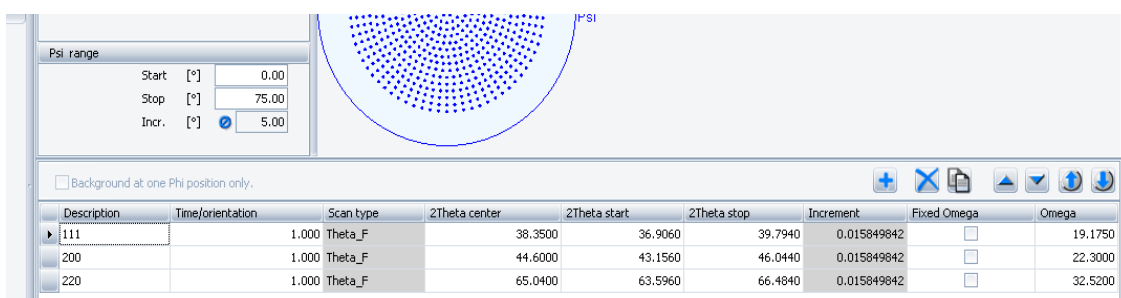

图 8-5
- (10) Chi的步长选择5度, 起始角为0, 中止角通常是75度 (图 8-5)。
- (11) 在下面的测量参数中设定衍射峰的2theta角, 以及每步的停留时间; 同时可以设定多个晶面极图的测量参数 (图 8-5)。